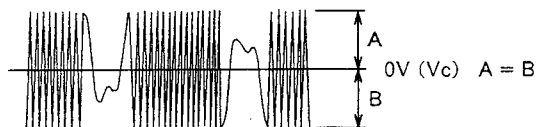

Fig. 6-5
13. Adjust R161 (T-MG) so that the oscilloscope's tracking error waveform (approx. 2 Vp-p) (Fig. 6-5) deflects with Vc being the center.
15. Adjust R166 (EF) so that the oscilloscope's tracking error waveform (approx. 2 Vp-p) (Fig. 6-5) deflects with Vc being the center.
13. オシロスコープのトラッキング・エラー波形(約 2Vp-p)がVcを中心に振れるようにR161 (T-MG)を調整する。(図6-5)
15. オシロスコープのトラッキング・エラー波形(約 2Vp-p)がVcを中心に振れるようにR166 (EF)を調整する。(図6-5)
7. Adjust R162 (T-MP) so that the oscilloscope's tracking error waveform (approx. 2 Vp-p) (Fig. 6-5) deflects with Vc being the center.
17. Adjust R163 (T-Pt) so that the oscilloscope's tracking error waveform (approx. 2 Vp-p) (Fig. 6-5) deflects with Vc being the center.
7. オシロスコープのトラッキング・エラー波形(約2Vp-p)がVcを中心に振れるようにR162 (T-MP)を調整する。(図6-5)
17. オシロスコープのトラッキング・エラー波形(約2Vp-p)がVcを中心に振れるようにR163 (T-Pt)を調整する。(図6-5)